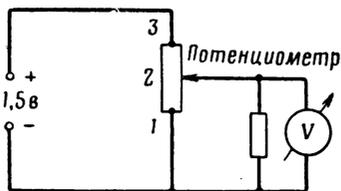

Рис. 51
25. Когда переменный контакт потенциометра (рис. 51) дойдет до точки  $1$ , показания вольтметра будут равны: